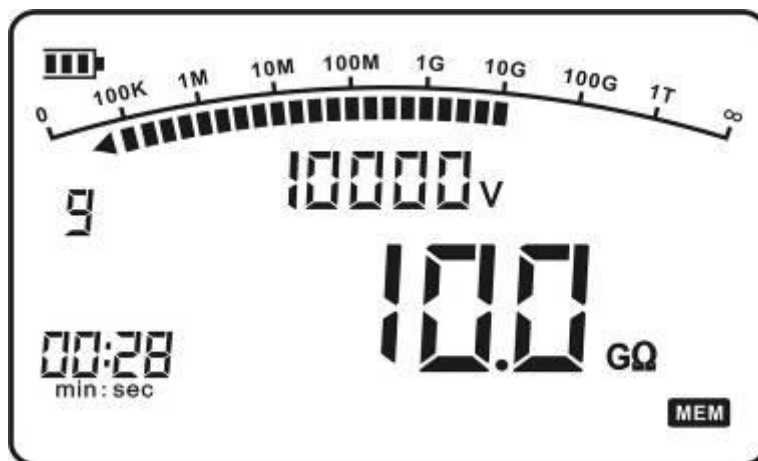

图5：查询状态显示
- 3、按动**翻页键**（5）选择编号，可查询该编号测试结果（当时测试所用的电压值，测试时间以及停止测试时的阻值），见图5。